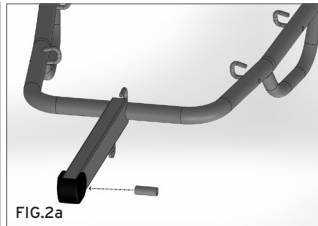

FIG.2a
3. Introducir el casquillo dentro del orificio del brazo previsto para la inserción en la articulación de la columna (Fig.2a)